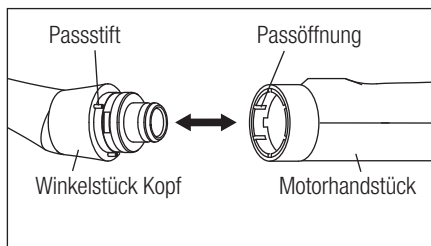

Abb. 2
- 2) Drücken Sie den Winkelstückkopf ein, bis seine Passstifte in die Passöffnungen des Motorhandstücks einrasten. Der Winkelstückkopf kann in sechs verschiedenen Aufsatzwinkeln eingesetzt werden. (Abb. 2)